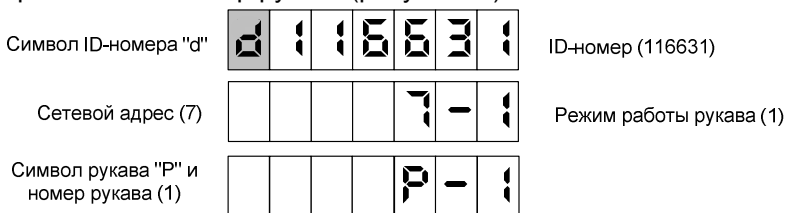

Рисунок 10
8.7 По команде СУ на табло могут отображаться сетевой адрес, режим работы и ID-номер рукава (рисунок 10).